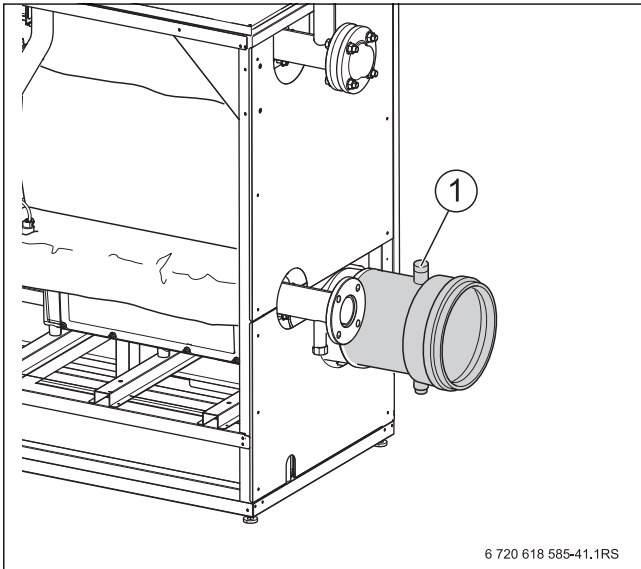

Рис. 36 Проведение замеров
- Введите измерительный датчик через отверстие для измерений в дымовой трубе (→ рис. 36, стр. 31) в центр потока и проверьте содержание CO₂.
- ▶ Введите измерительный датчик через отверстие для измерений в дымовой трубе (→ рис. 36, стр. 31) в центр потока и проверьте содержание CO₂.